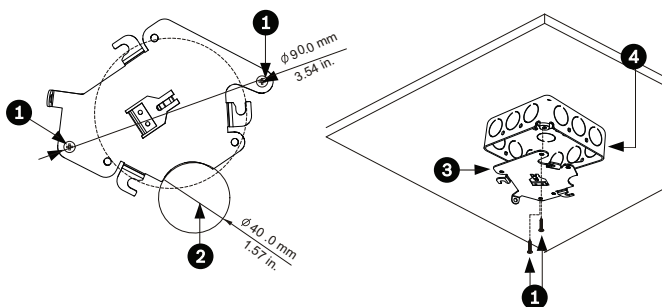

Figura 4.3 Instalación de la placa de montaje
3. Fije la placa de montaje a la caja de conexión con tornillería proporcionada por el usuario (consultar la Figura 4.3).
1. Coloque los cables en la parte de la placa de montaje con el corte en forma de media luna (ref. nº 2 *Figura 4.3*).